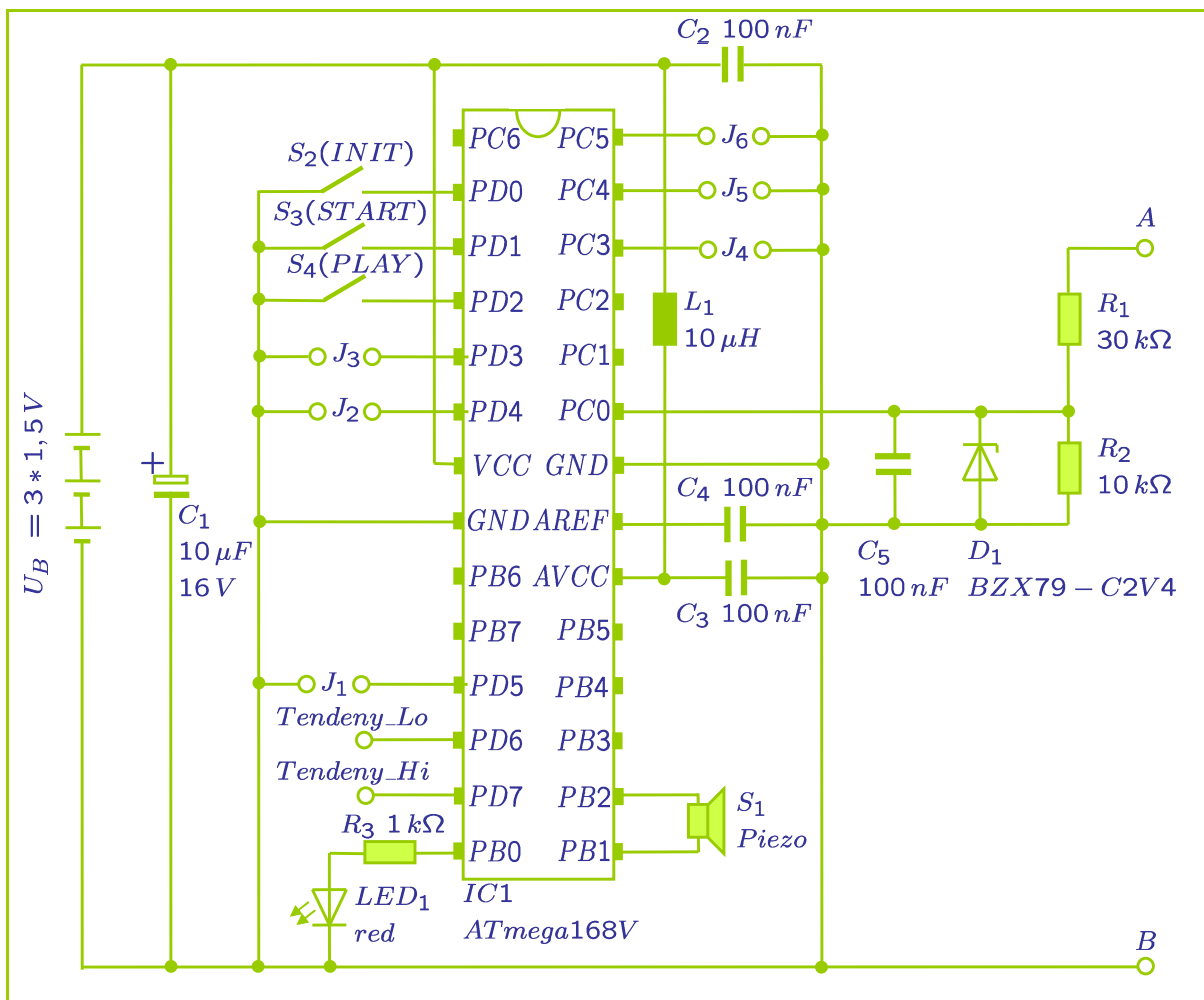

Abbildung 6 Grundsaltung des Datenloggers
- 3) Baut nun die Grundschialtung des Datenloggers nach dem Schaltplan (vgl. Abbildung 6) auf. Gebt als Lösung dieser Teilaufgabe ein Foto vom funktionierenden Aufbau ab.